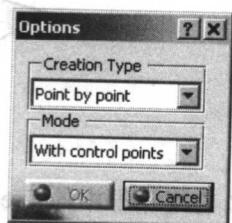

图 1-33
(1) 在 Curve Creation 工具栏中单击“曲面上的曲线”功能按钮 , 弹出如图 1-33 所示的 Options 对话框。